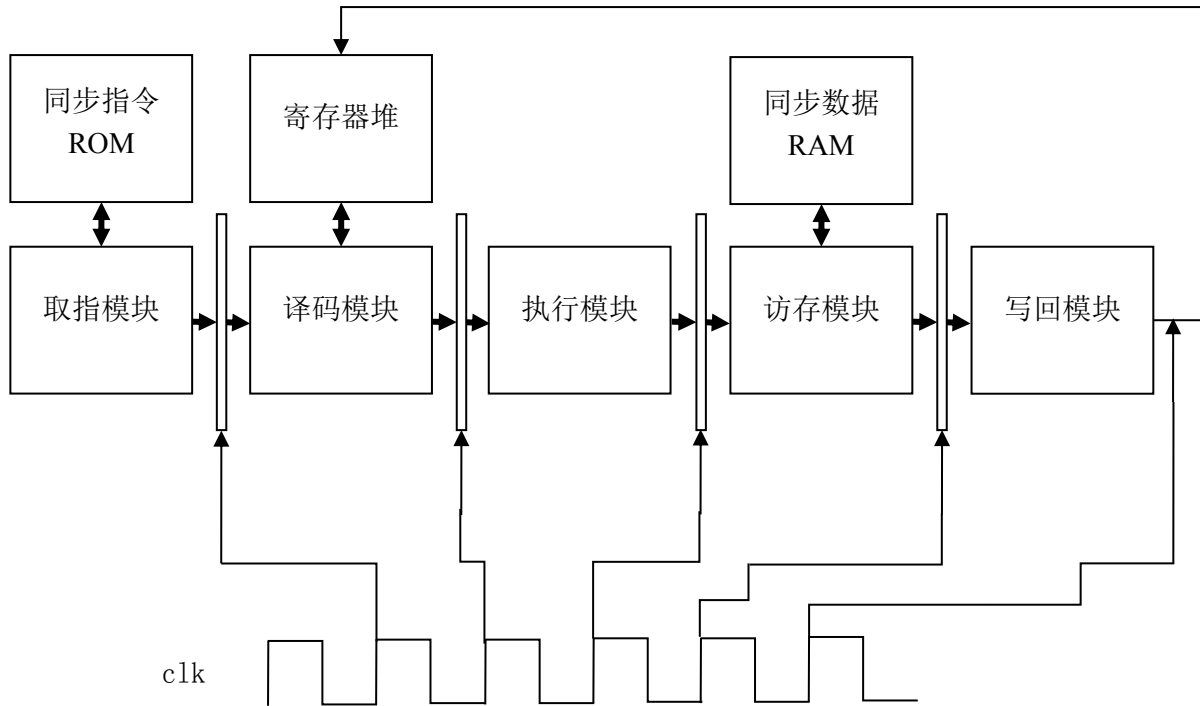

图 8.1 多周期 CPU 的大致框图
3. 画出划分后的多周期 CPU 的框图，大致框图如图 8.1。从图中可以看出指令每个周期走完一个功能块，进入下一个功能块。标注的 clk 箭头是去往相邻模块的中间锁存器，是因为每个模块的输出需要锁存到寄存器中，下一个模块会从该寄存器中读出数据作为自己的输入，寄存器的锁存是需要时钟控制的。值得注意的是，写回模块所做的就是从访存模块获取要写入寄存器堆的数据和目的寄存器，送往寄存器堆，其所需的 clk 信号是最终发生在寄存器堆的写操作上的。自己设计的框图中要求力求精细，可参考教科书上的 5 级流水的框图。
- 4) 认真学习 CPU 各模块的功能，确认模块的划分。设计本次实验的方案，画出实验方案的设计框图，即补充完善图 8.1；